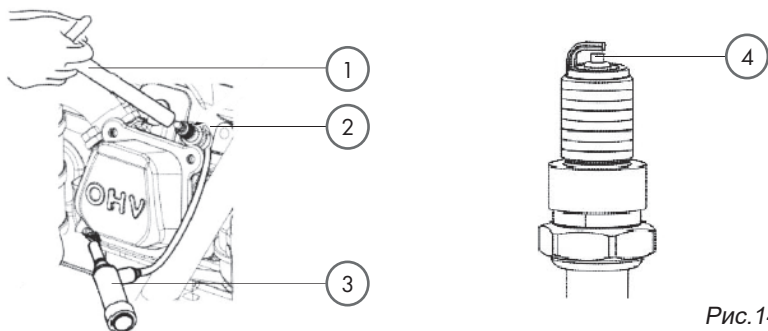

Рис.14
2. Снять колпачок свечи зажигания (3) (рис. 14).
3. Использовать свечной ключ (1), чтобы выкрутить свечу зажигания.
5. С помощью щупа проверить зазор между контактами свечи (4). При необходимости отрегулировать зазор, осторожно подгибая боковой электрод.